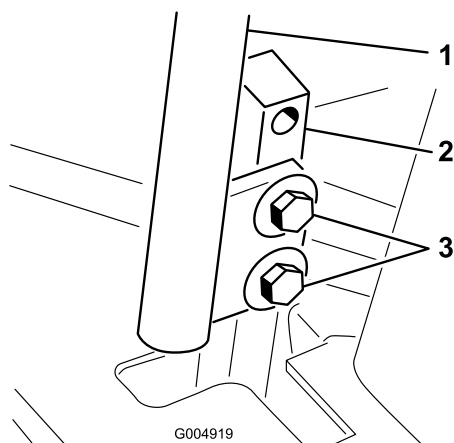

Figure 74
3. Desserrez les boulons de fixation des leviers de commande (Figure 74).